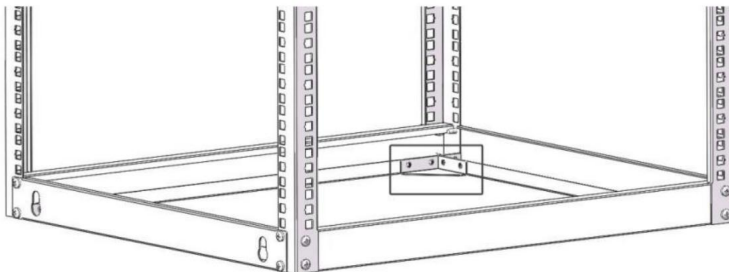

Figura 5
1. Inserire una vite autofilettante M5*10 (8) attraverso il punto di messa a terra sul filo di messa a terra (12) e nel foro di messa a terra situato nella parte inferiore del rack. (Figura 5).
2. Far passare il filo di messa a terra (12) sotto il telaio del rack. (Figura 5).
3. Collegare il filo di messa a terra (12) a una connessione di terra.